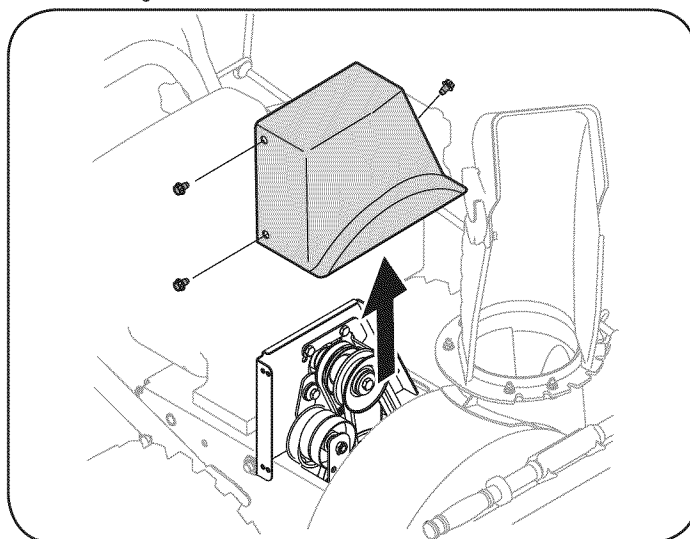

Figura 29
2. Retire la cinta de cubierta de plástico, que se encuentra cerca del motor, sacando los tres tornillos autorroscantes que asegurarlos. Vea la Figura 29.